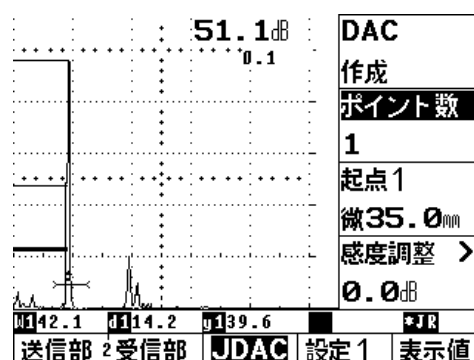
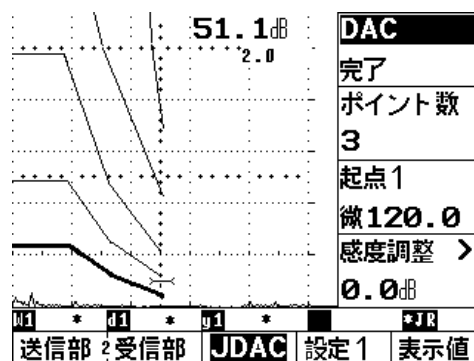

図6 250mmでのDAC作成
図7 250mmでのDACの完成
DAC初期画面では、DACの下は“オフ”になっているので、DAC表示の横の  キーを押し、右ダイヤルを回して、表示を“作成”にする。(図6参照)
- ⑦STB-A2 φ4×4の0.5Sの最大エコーを検出し、エコー高さを 80%~100%に調整する。
- ⑧起点1の右横の  キーを押し、0.5Sのエコーにゲート1を掛け、 キーを押すと0.5Sまでの区分線が描かれる。(図6参照) このときのゲイン値が基準感度である。メモしておくこと。
- ⑨順次1.0S、1.5Sからの最大エコーを検出し、それぞれのエコーにゲート1を掛け、 キーを押すと、順次、区分線が描かれる。
- ⑩1.5Sまで作成したら  キーを押して、DAC表示下の“作成”を右ダイヤルで“完了”に変えるとDACが確定する。(図7参照)